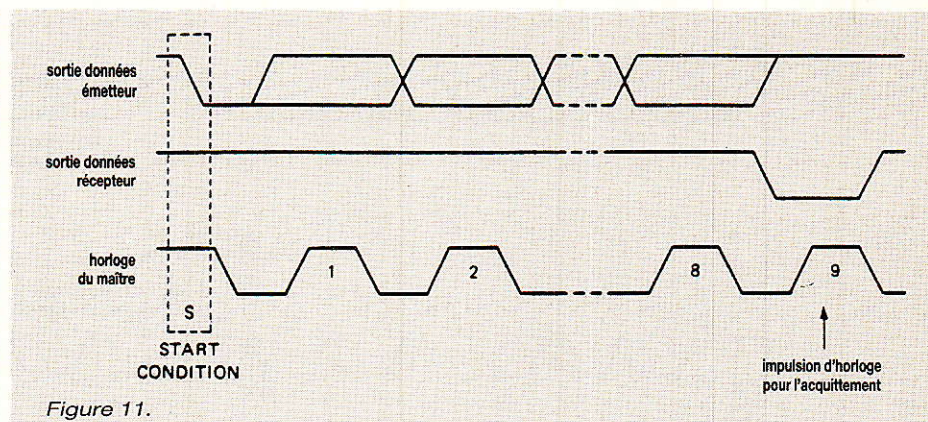

Figure 11.
2) l'impulsion d'horloge (la 9^e) pendant laquelle le composant récepteur devra renvoyer au maître son acquittement est engendrée par le maître qui a lui-même le contrôle du bus. (figure 11).